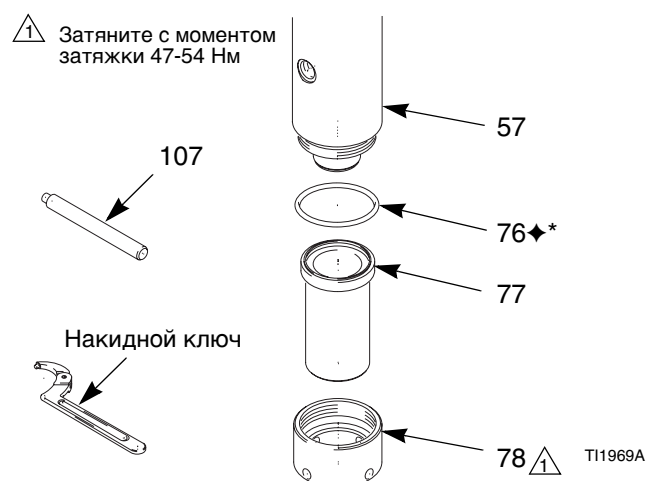

Рис. 13. Нижний цилиндр
2. Воспользуйтесь поставляемым инструментом (107) или разводным ключом и свинтите соединительную гайку (78) с верхнего цилиндра (57), снимите ее с насоса. Снимите нижний цилиндр (77) и плоское уплотнение (76). Осмотрите внутреннюю поверхность цилиндра на наличие повреждений. См. Рис. 13.
9. Соберите пружинные диски (71); два нижних должны быть направлены вверх, два средних — вниз, два верхних — вверх. Разместите пружину сверху уплотнительного набора.
10. Разместите нижний цилиндр (77) на конце штока поршня (51), надвинув уплотнительный набор на шток и внутрь верхнего цилиндра (57).
11. Наденьте соединительную гайку (78) на нижний цилиндр (77) и ввинтите ее в верхний цилиндр (57). Подтяните гайку накидным ключом. Затяните ее усилием в 47-54 Нм. См. Рис. 13.